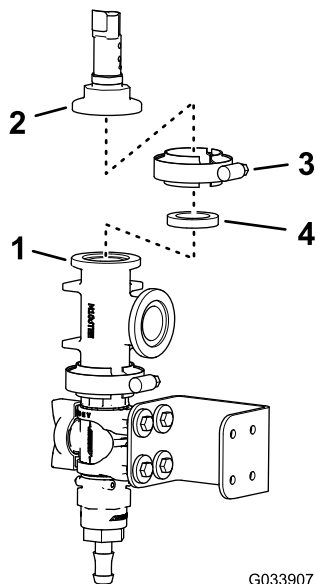

Figura 30
6. Allineate la flangia del trasduttore di pressione con la flangia del raccordo a T, come illustrato nella Figura 30.
7. Montate il trasduttore di pressione sul raccordo a T con una guarnizione e un morsetto flangiato e serrate manualmente il morsetto (Figura 30).